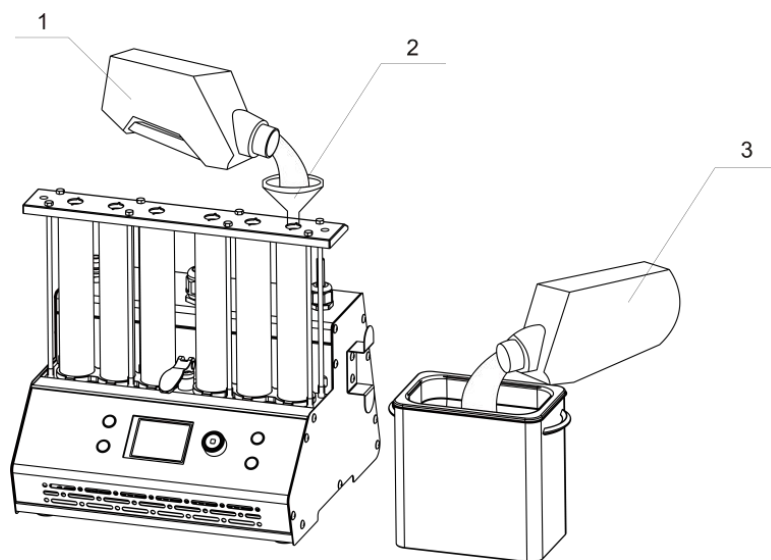

Рис. 4.1
- 2) Проверьте и добавьте тестовую жидкость. Поднимите ручку слива топлива и с помощью заправочной воронки залейте 2000 мл тестовой жидкости в отверстие одной из мерных колб (обратите внимание на контроль скорости заправки, чтобы предотвратить переливание жидкости), как показано на рис. 4.1.